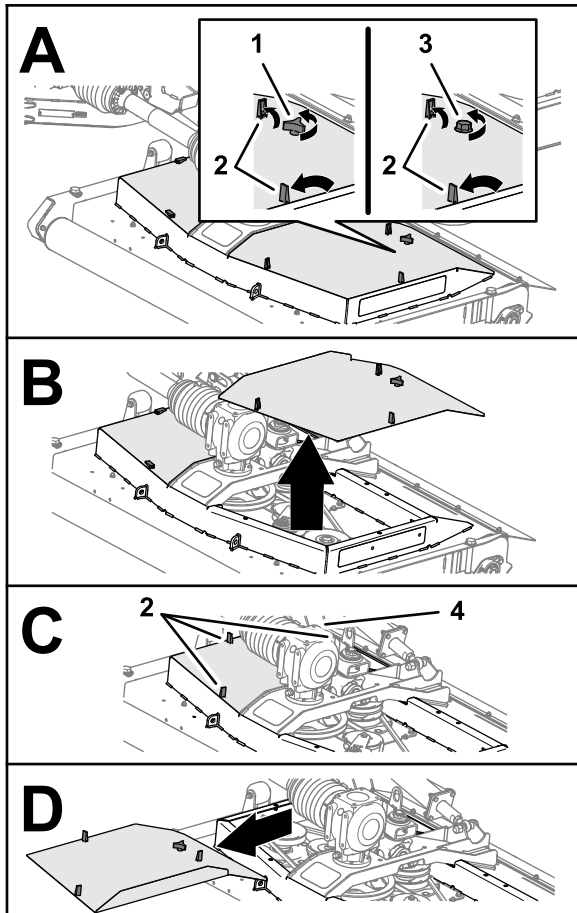

Figure 46
1. Débloquez les 3 verrous qui fixent le capot du tablier de coupe (Figure 46).